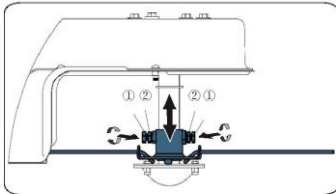

Рисунок 5-1
2. Двигая головку вверх или вниз, установите ее в нужную позицию и затяните гайки. См. рисунок 5-1.